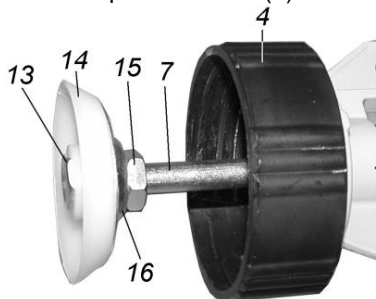

Рис. 2
3.1. Изначально пистолет готов к работе с герметиками в мягкой упаковке. На штоке (7) установлен пластиковый поршень (14), Рис. 2.